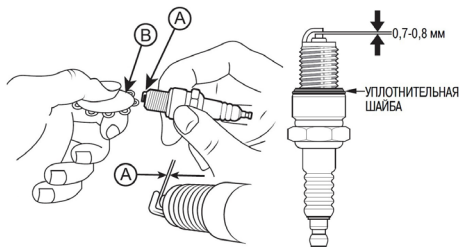

Рис. 17. Проверка зазора между электродами
5. Измерьте зазор А между электродами свечи зажигания специальным щупом В. Зазор должен быть 0,7-0,8 мм (Рис. 17). При увеличении или уменьшении требуемого зазора, рекомендуется заменить свечу, так как регулировка зазора может привести к изменению качества искрообразования.